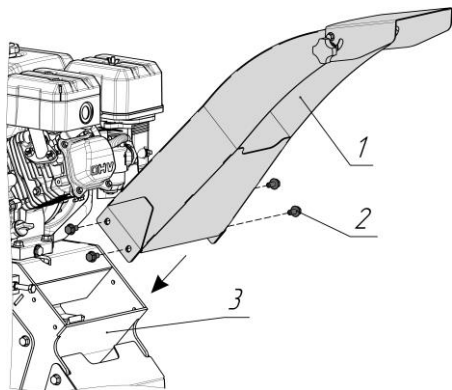

Рис. 8 Установка загрузочного желоба
6. Установите разгрузочный желоб 1 на фланец корпуса измельчителя 3 и закрепите его с помощью болтов 2 моментом 25 Н*м (Рис. 8).